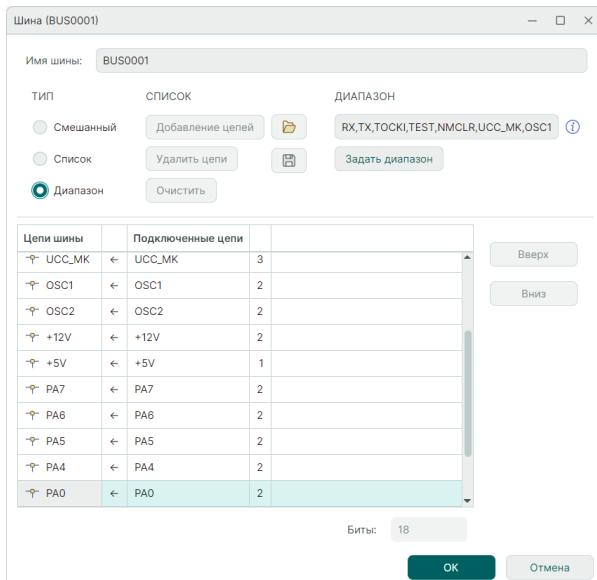

Рис. 170 Включение режима «Диапазон»
2. Установите переключатель в положение «Диапазон», см. Рис. 170.